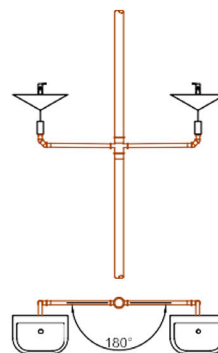

Fig.5.
- Legarea unor instalații similare cu ramificații duble de 180°(vezi fig.5).